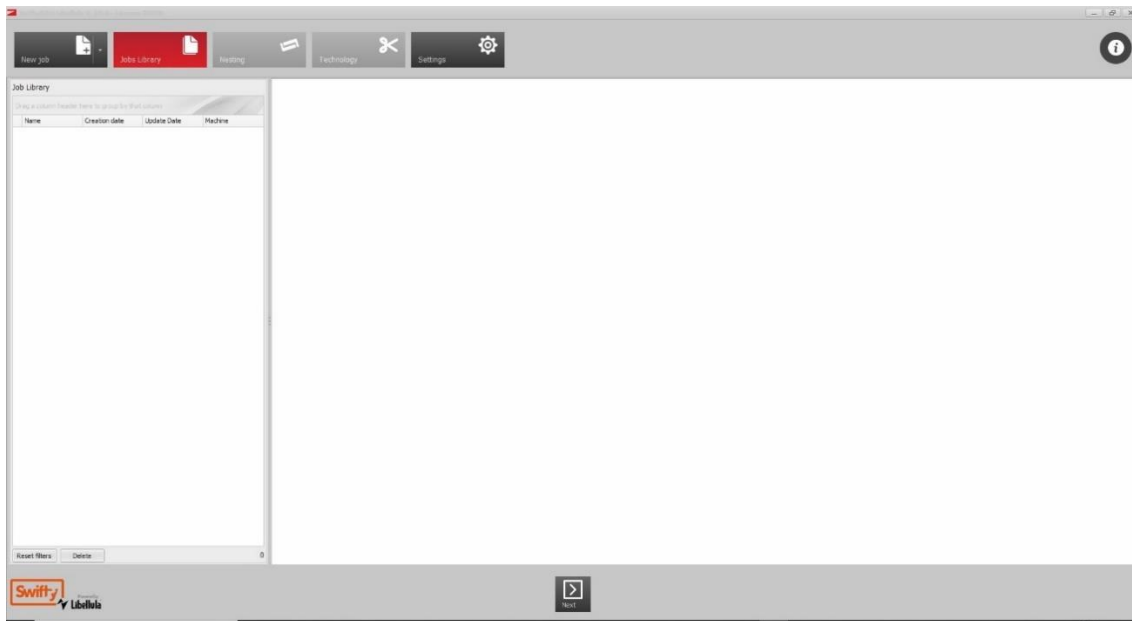

Fig. 46 SwiftCAM-toepassing (Takenbibliotheek)
1. Dubbelklik op het bureaublad op het SwiftCAM-pictogram om de toepassing te starten. Zodra de toepassing is gestart wordt het venster met de takenbibliotheek (Job Library) weergegeven (Fig. 46).